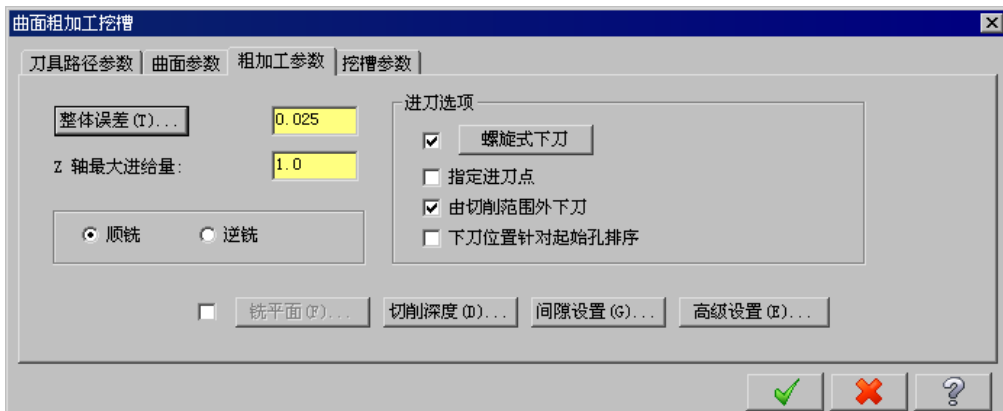

图 17.8 “粗加工参数”选项卡
Step8. 设置粗加工参数。在“曲面粗加工挖槽”对话框中单击 **粗加工参数** 选项卡，设置图 17.8 所示的参数。